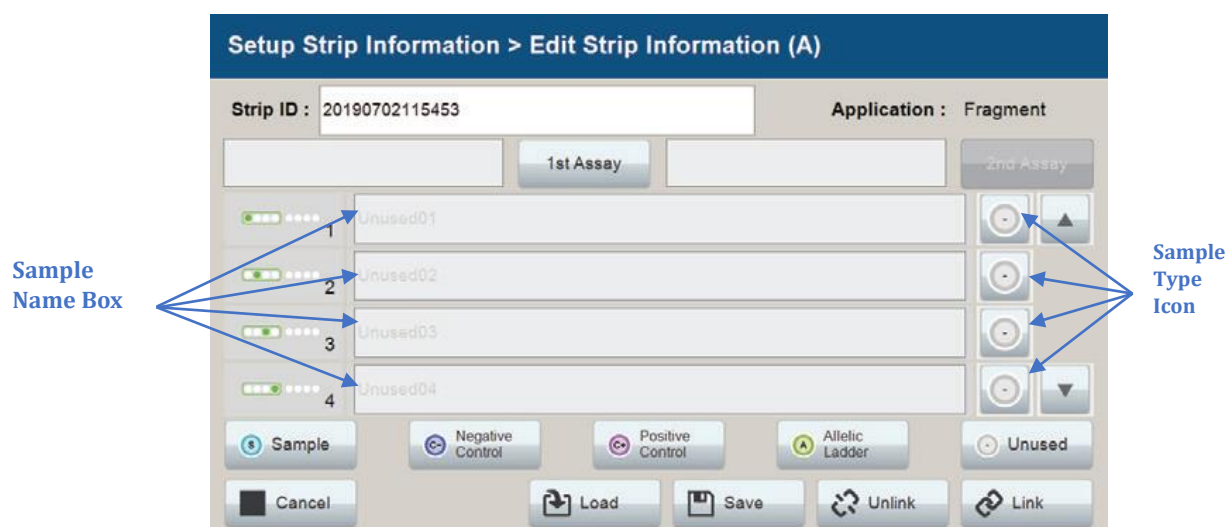
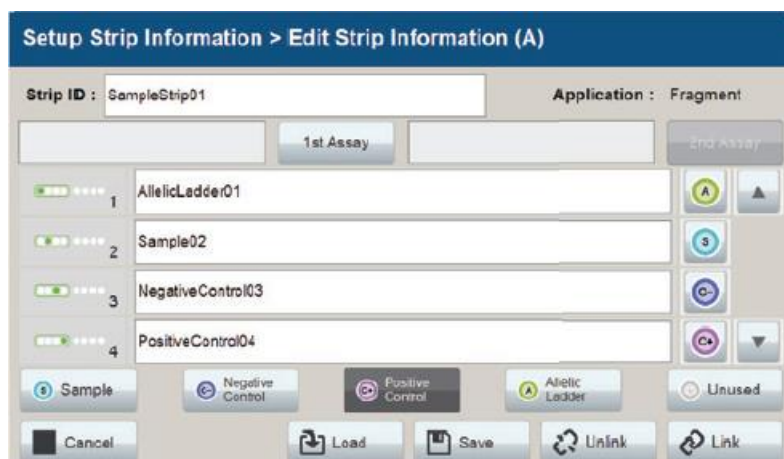
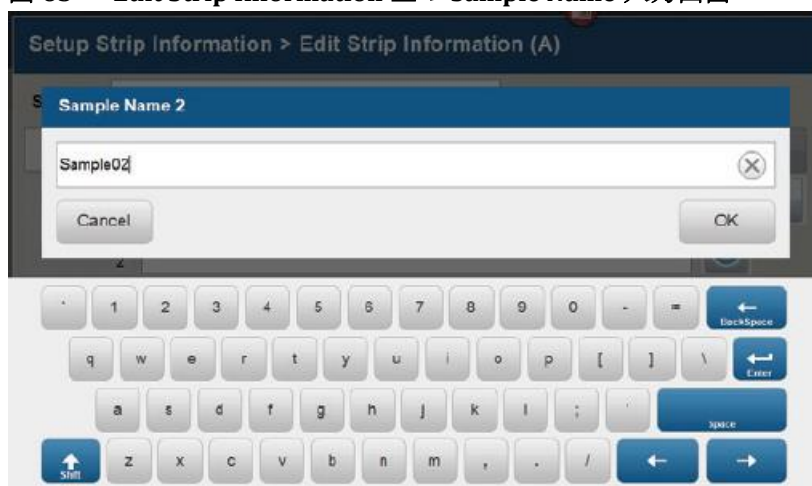
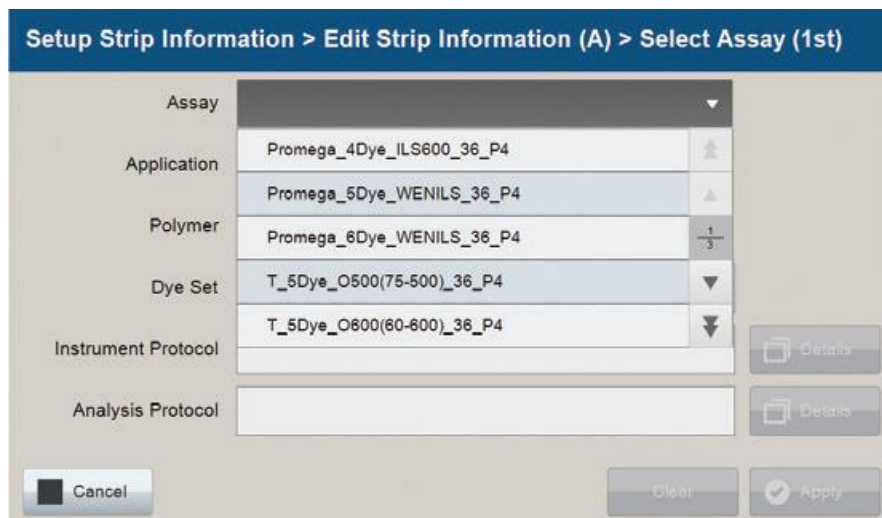

図 62 Edit Strip Information ,画面上の Sample Type と Sample Name
図 63 Edit Strip Information 上の Sample Name 入力画面
図 64 Set Sample Name ウィンドウ
図 65 Select Assay のウィンドウ
2. Edit Strip Information 画面 (図 62) では sample type を選びます。
4. ウェルにサンプルタイプを割り当てるためには、Edit Strip Information 画面の下部にある sample type ボタンを選択し（図 62）、目的のウェルの sample name ボックスの右側にある **Sample Type** アイコンを選択します。このアイコンは、そのウェルで選択されたサンプルタイプを表示します。（図 63）
5. Edit Strip Information 画面（図 63）のウェル番号に隣接する **Sample Name** ボックスを選択し、各ウェルの位置のサンプル名を入力します。そうすると Set Sample Name ウィンドウが開き、タッチスクリーン上のキーパッドが有効になります。（図 64）
6. Spectrum Compact のソフトウェアにはプロメガ社や他社の試薬に対応したランアッセイがあらかじめ登録されています。新しいアッセイの作成や、既存のアッセイの変更には、セクション 7 を参照してください。インジェクションセットにランアッセイを割り当てるには、**1st Assay** (図 63) を選択し、**Select Assay** ウィンドウ (図 65) を開きます。次にドロップダウンリストからスクロールボタンを使用して適切なアッセイを選択してください。